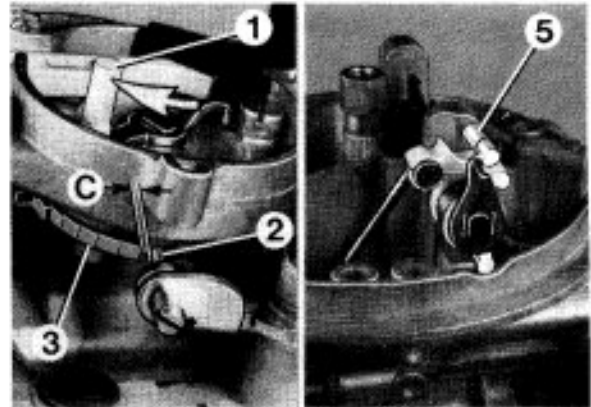

Bild 40
6.5 Abstand Stufenscheibe (Bild 40)
Schraube (2) darf nicht auf Stufenscheibe (3) aufliegen, siehe Bild 40.
- Drosselhebel betätigen und Abrollverhalten der Rolle (1) beachten. Rolle muß die Kurvenbahn im Bereich der Markierung (2) berühren.
- Korrektur nach Lösen der Schraube (3) durch Verdrehen des Einstellhebels.